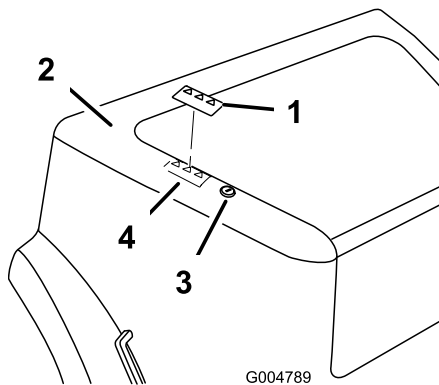

Figura 10
1. Pulite accuratamente l'area del cofano in cui applicherete l'adesivo (Figura 10).
3. Staccate il retro dell'adesivo di sicurezza, applicatelo sul cofano come mostrato in Figura 10, e fate asciugare l'adesivo applicando una pressione dal centro verso i bordi.